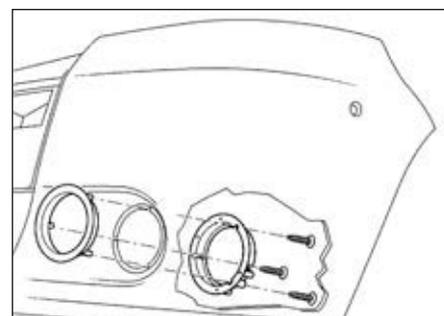

FIG.123
- Assembler le support du feu antibrouillard avec l'enjoliveur de bouclier (Fig.123).